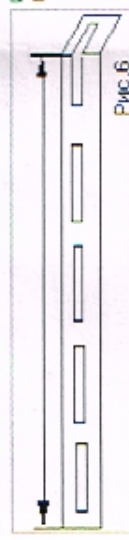
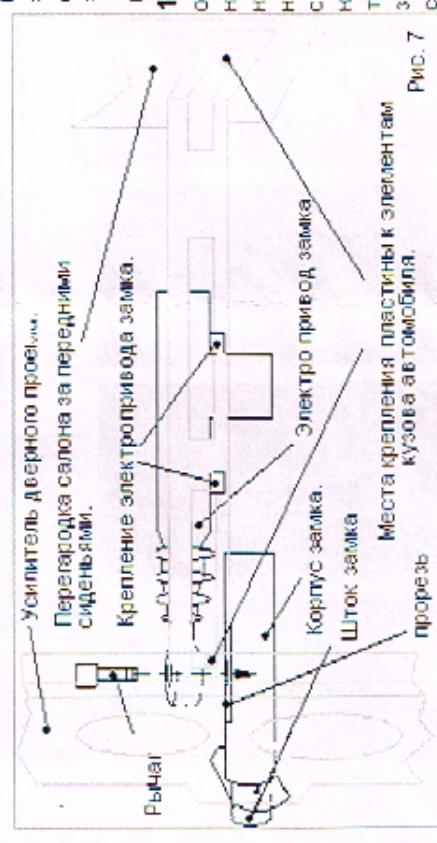

Рис. 6
Рис. 7
10. Приступим к установке замков на передних дверях. Замки устанавливаются одинаково на обе двери. Поэтому описание установки замка будет идентично для обеих дверей. Возьмите пластину 15x230 мм, крепления электропривода замка, изолируйте (см. рис. 6) приклеив ее, см. рис. 7.
11. Вставьте шток замка в корпус замка, совместив прорезь в корпусе замка с отверстием в штоке. Возьмите электропривод замка и проделайте в отверстии рычаг, закрутите рычаг в шток замка. См. рис. 7. Рычаг не требует усиления затягивания.
12. Возьмите приоткрытую пластину и приложите ее между усилителем дверного проема и перегородкой салона, прикрутите к ней электропривод замка. Затем выставив электропривод параллельно замку так, чтобы он не касался корпуса замка (см. рис. 7) и закрепите пластину к местам крепления при помощи шуруповерта и пресшайбы сверло 4,2x13 мм. Если в автомобиле установлена левая задняя дверь, то понадобится удлинённая бита для шуруповерта.